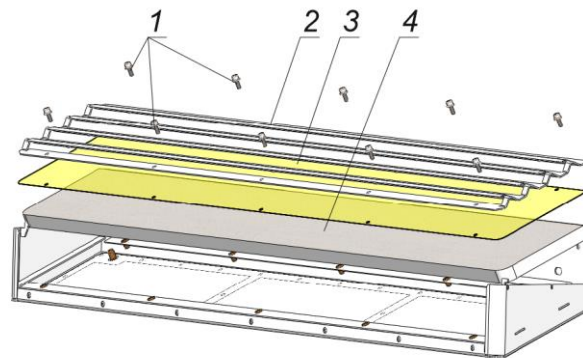

Рисунок 7.3. Корпус фільтра
3. Викрутити гвинти 1 в корпусі фільтра, зняти пластину 2, зняти решітку 3, зняти фільтруючий елемент 4 (Рисунок 7.3).